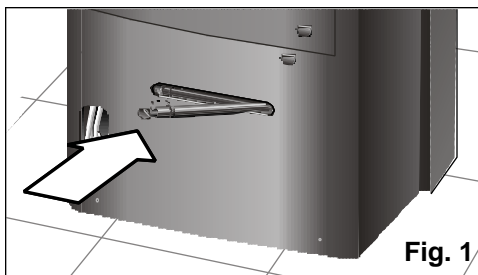

Fig. 1
- Certifique-se de que o tampão de evacuação está bem introduzido, porque se pode ter desprendido durante o transporte, **Fig. 1**.
- ❑ Verifique que o tampão, **Fig. 1**, esteja situado no tubo de evacuação para evitar que a água possa sair para o exterior, molhando a superfície de apoio.